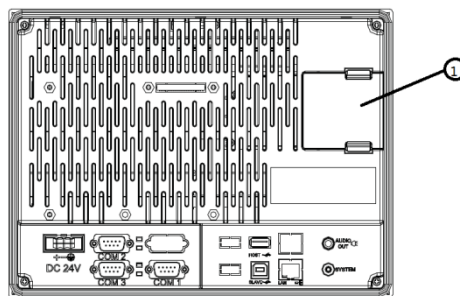

Рис. 10-9 Замена внутренней батареи панели управления
- Замена внутренней батареи панели управления: откройте батарейный отсек ① на задней стороне панели, как показано на Рис. 10-9, и замените батарею (литиевая батарея на 3В, тип CR2032).